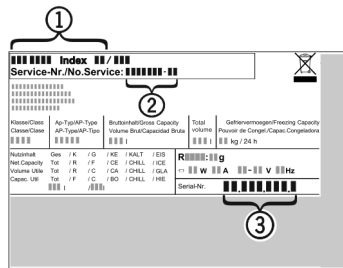

Fig. 35
- ▶ Identificați denumirea aparatului Fig. 35 (1), numărul de service Fig. 35 (2) și numărul de serie Fig. 35 (3) pe marca de fabricație. Marca de fabricație se află pe partea stângă în interiorul aparatului.
- ▶ Informații serviciul de asistență a clienților și comunicați tipul defecțiunii, denumirea aparatului Fig. 35 (1), numărul de service Fig. 35 (2) și numărul de serie Fig. 35 (3).